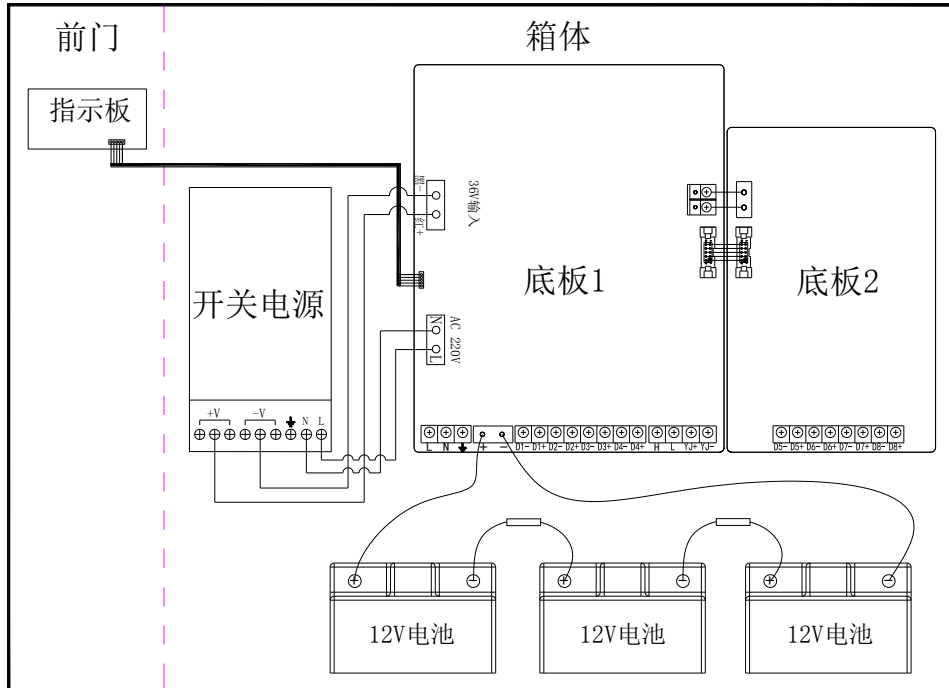

图 4 内部接线图
2. 内部接线如下图 4 所示：
打开电池包装，根据图 4 内部接线图进行电池接线。